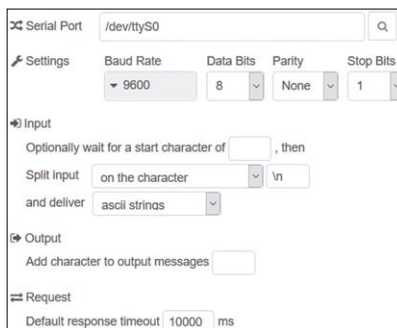

Figure 11.33 Configuration de la sortie série du noeud
- Créer un **série** noeud et le configurer comme indiqué sur la figure 11.33, cliquez **Mise à jour** puis **Terminé**